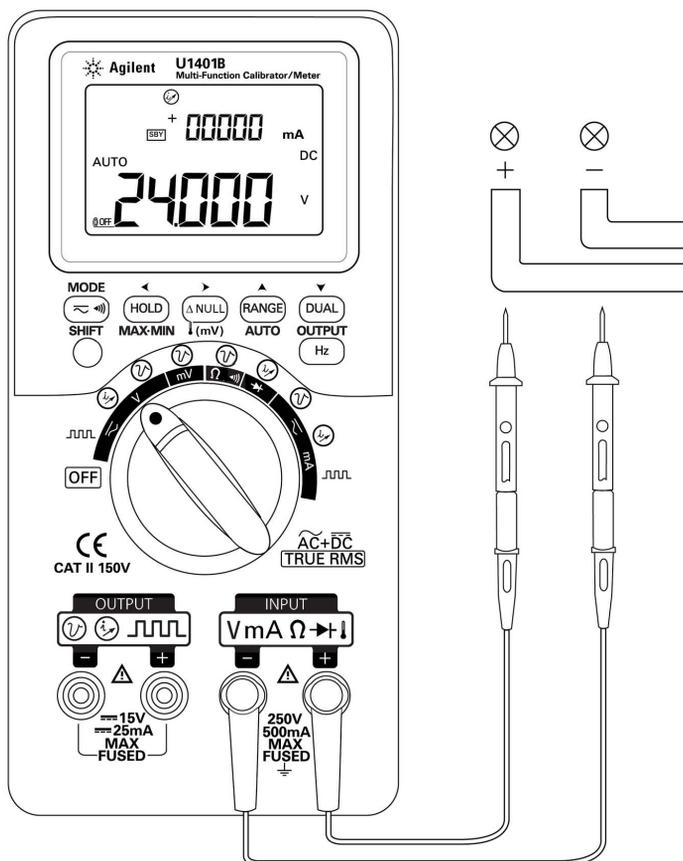

Figure 3-1 Mesure d'une tension continue
- 3 Reliez respectivement les cordons rouge et noir aux bornes d'entrée positive et négative (Figure 3-1 à la page 47).